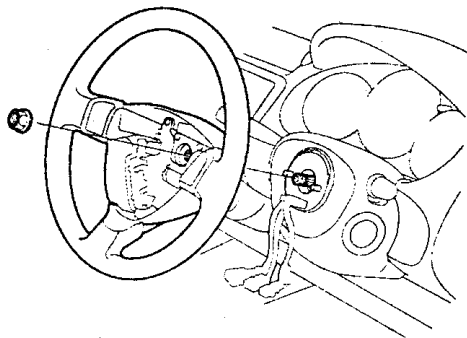

图 7-5 拆卸转向盘
5) 拆除转向盘拉拔器，然后如图 7-5 所示，拆卸转向柱上的转向盘螺栓和转向盘。